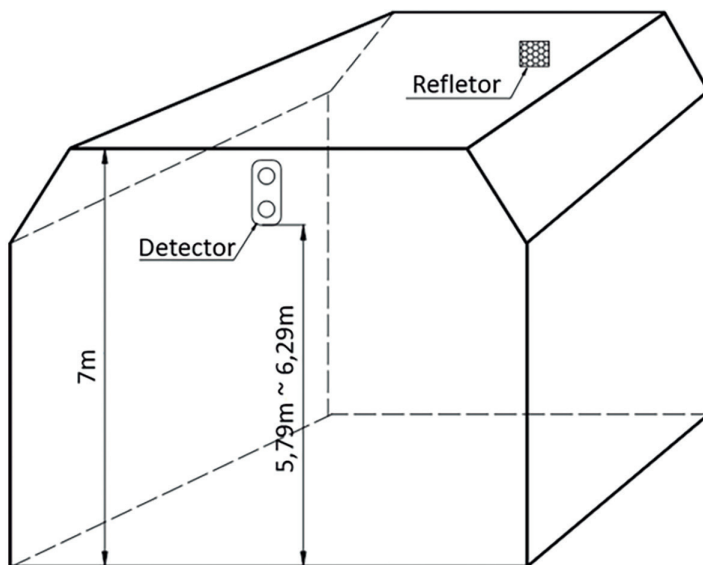

Fig. 05
- b) Quando a altura do espaço estiver entre 5 e 8 metros, o conjunto deve ser instalado de 0,5 a 1m de distância em relação ao teto. (Exemplo abaixo – Fig. 05)